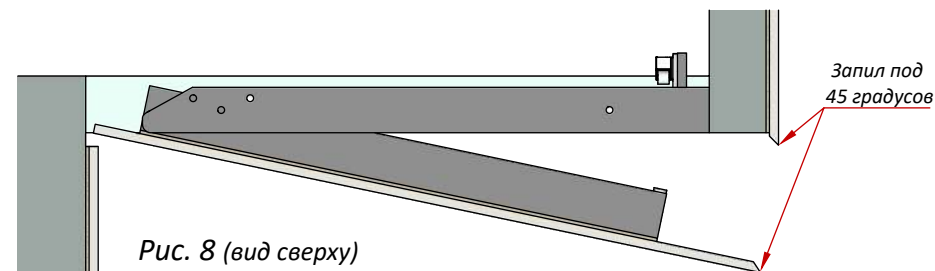

Рис. 8 (вид сверху)
3) Плитку на створке люка можно выпускать внахлест на стену со стороны замка, край этой плитки нужно сточить под 45 градусов, так же как и край плитки примыкающий с перпендикулярной стены (Рис.8) для идеального углового стыка плиток.